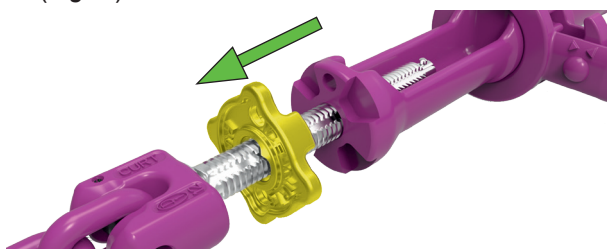

Fig. 3: Détacher la rondelle de blocage
- Détachez la rondelle de blocage du tube de support (Fig. 3).